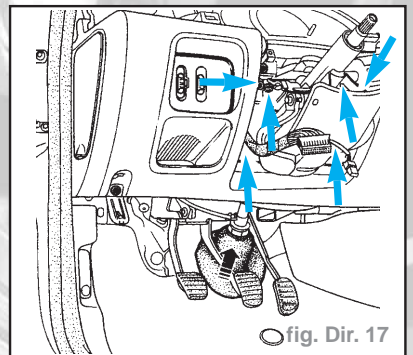

fig. Dir. 17
- Retirer les six vis de fixation de la colonne de direction et tirer sur le soufflet de tablier (fig. Dir. 17).